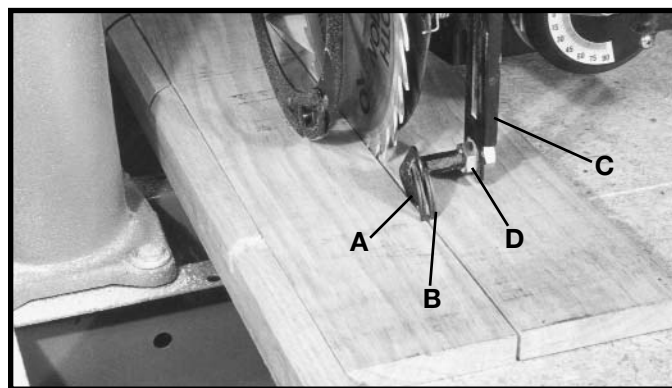

Fig. 73
Durante las funciones de corte a lo largo, el hendidor (A) Fig. 73 debe quedar en la entalladura de la sierra, y los dedos anti-contragolpe (B) deben tocar el material para evitar el contragolpe.
2. Avance un trozo de material a través de la sierra, como lo ilustra la Fig. 73.
4. Ajuste el brazo (C) Fig. 73 de manera que quede vertical y el hendidor (A) se encuentre en la entalladura de la sierra.
5. Si el hendidor (A) Fig. 73 no queda alineado con la entalladura de la sierra, afloje las tuercas hexagonales (D) y posicione el hendidor (A) dentro de la entalladura de la sierra como se ilustra aquí. Apriete entonces las tuercas hexagonales (D) contra el brazo (C). El lado recto del hendidor debe apuntar hacia la hoja, como lo ilustra la Fig. 73, y los dedos anti-contragolpe deben descansar sobre el material en la manera ilustrada.
6. Tire el material hacia atrás para revisar si los dedos anti-contragolpes muerden el material e impiden el movimiento hacia atrás. Si resulta necesario, vuelva a ajustar la altura del brazo (C) Fig. 73.